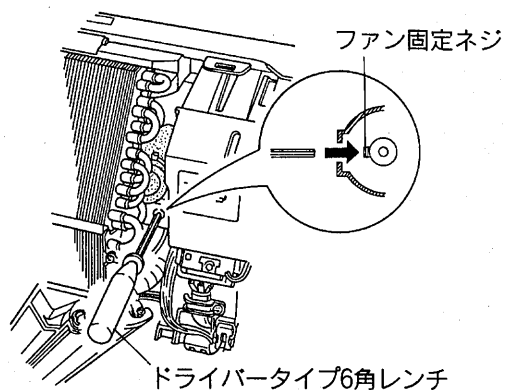

図4.
(5) 電装箱の左側に乳白色のテープで保護した部分がありますので、ドライバータイプの六角レンチ(対辺2.5mm)で突き破ってファン固定ネジを約2回転緩めます。(図4.)